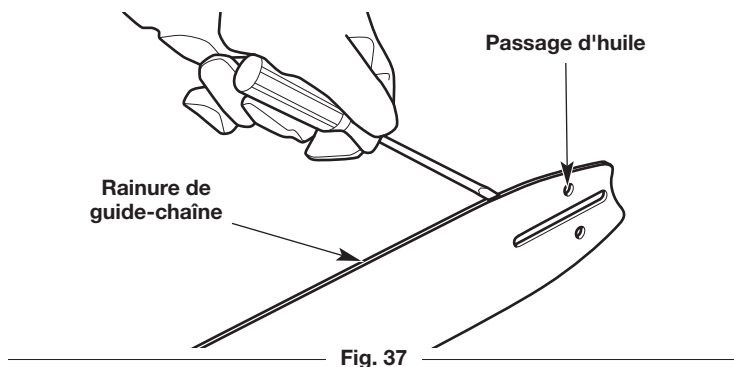
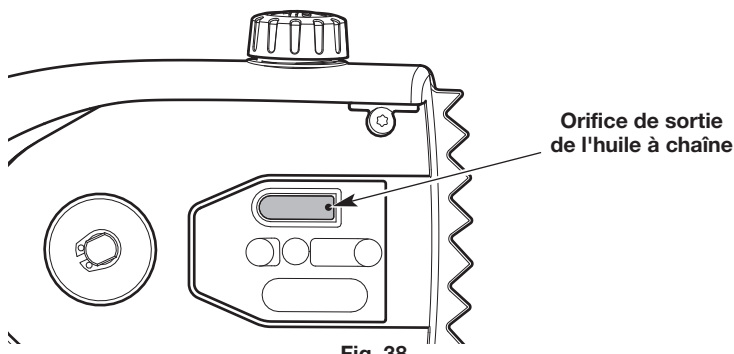

Fig. 37
Fig. 38
2. Nettoyez la rainure de la tige de guidage et les passages d'huile chaque fois que la chaîne est enlevée, lorsque l'appareil a été largement utilisé ou lorsque la chaîne semble sale. Utilisez un tournevis, un couteau à mastic, une brosse d'acier ou un instrument similaire pour enlever les débris de la rainure de la tige de guidage (Fig. 37). Utilisez un petit fil souple pour enlever les débris du trou d'évacuation d'huile de la chaîne (Fig. 38).